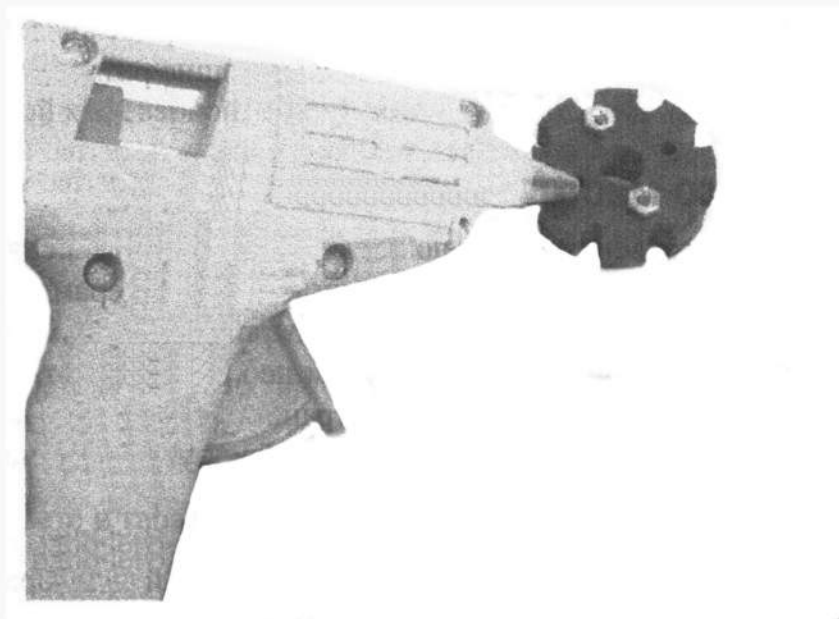

Рис. 3.8. Силиконовый клей из термопистолета быстро и надежно скрепит детали вместе
- ✓ *Расплавленный силиконовый клей из термопистолета*, изображенного на рис. 3.8, отлично подойдет для радиолюбителя, который не может выждать те несчастные несколько часов, что клей сохнет до полного отвердения. Чтобы нанести такой клей на место склейки, достаточно всунуть силиконовую палочку в термопистолет, включить его в сеть и подождать, пока он разогреется. Время высыхания клея составляет всего около 2 минут. Сам силикон водостоек и в расплавленном со-